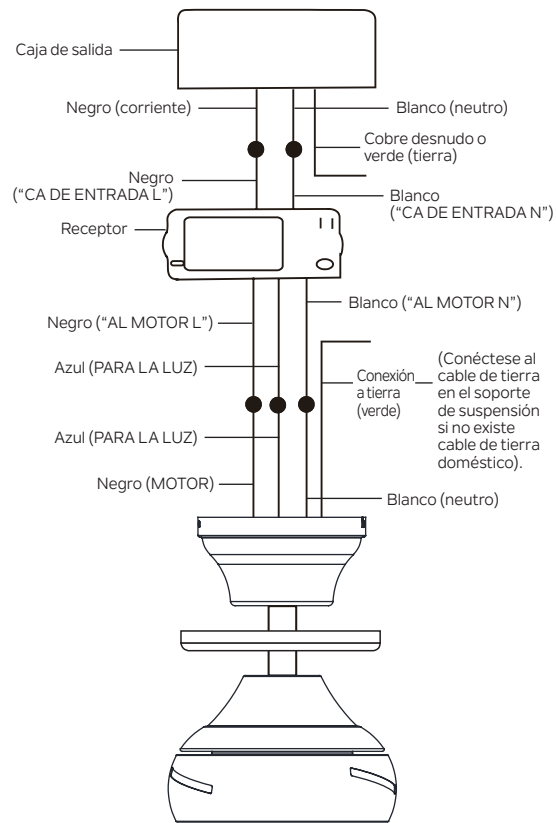

Figura 14
Paso 2. Conexiones eléctricas del motor al receptor: (Figura 14)